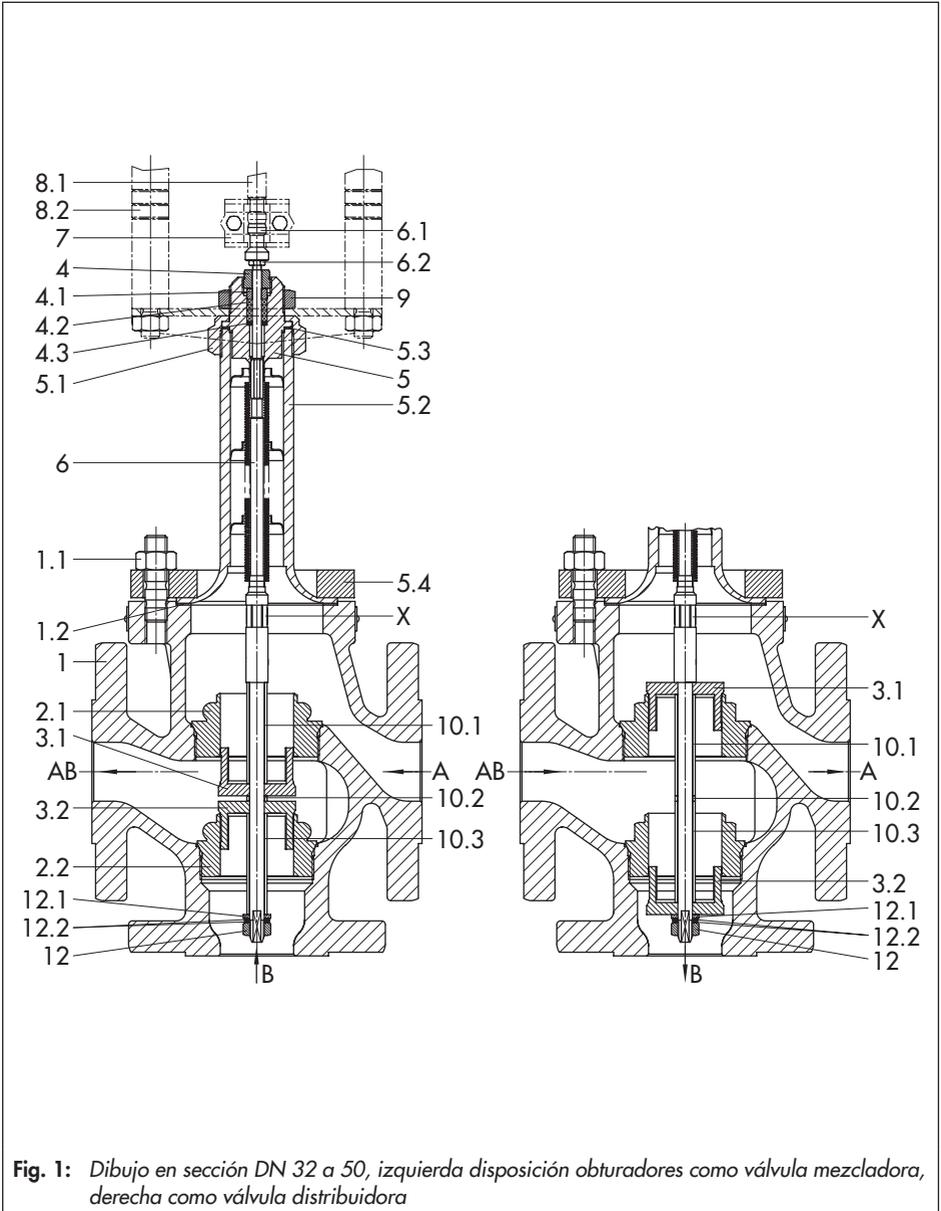

Fig. 1: Dibujo en sección DN 32 a 50, izquierda disposición obturadores como válvula mezcladora, derecha como válvula distribuidora
Antes de realizar cualquier trabajo en la válvula se debe separar el accionamiento de la válvula. Para ello, desenroscar los tornillos del acoplamiento (7) y la tuerca (9) y separar el accionamiento de la válvula (ver fig. 1).
Las válvulas mezcladora y distribuidora con paso nominal DN 32 a 80 se diferencian por la disposición de obturadores y manguitos (ver fig. 1), en las válvulas DN 15 a 25 no hay ninguna diferencia.